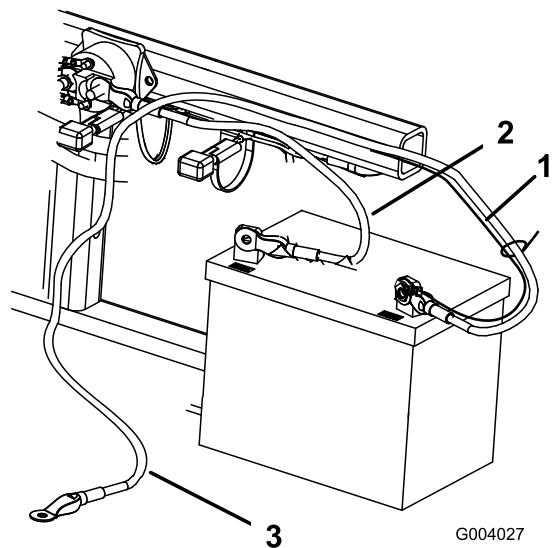

図5
2. ボルト1/4 x 5/8 インチとロックナットで、赤いプラス+ケーブルをバッテリーのプラス+端子に固定する 図5。
3. ボルト1/4 x 5/8 インチとロックナット1/4 インチで、細い黒ワイヤと黒いマイナスケーブルをバッテリーのマイナス端子に固定する 図5。